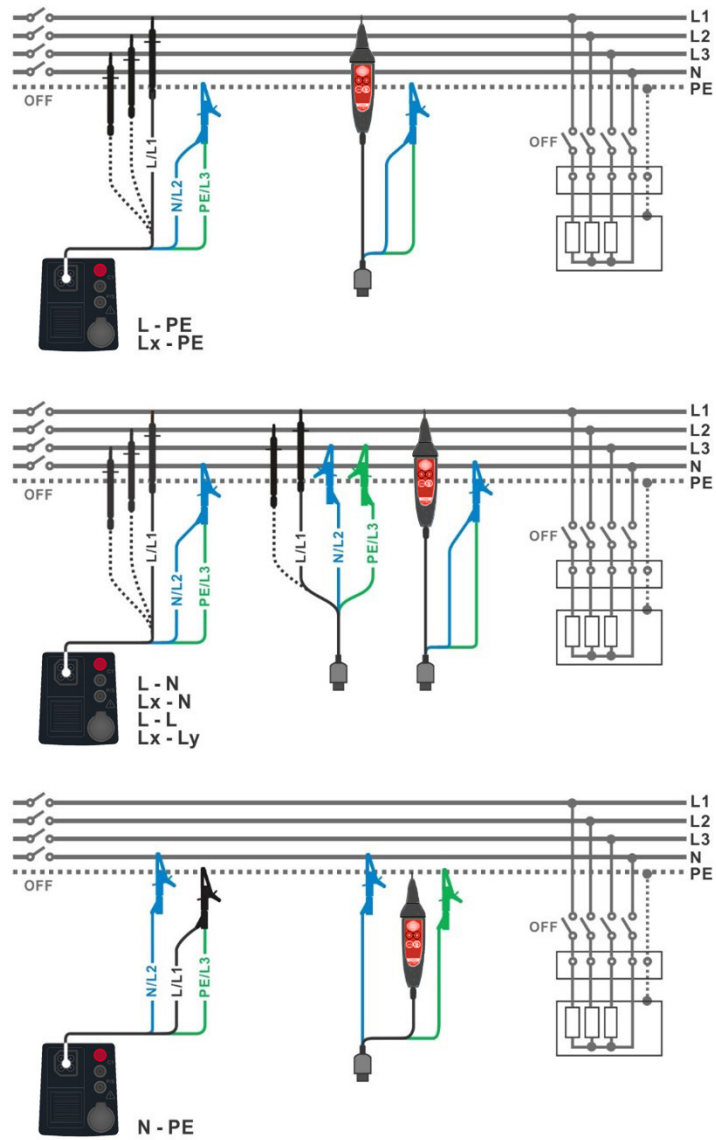

Abbildung 4.7: Anschluss der 3-Leiter-Prüfleitung und der optionalen Commander-Prüfspitze (044155)
- › Schließen Sie die Prüfleitungen am Prüfobjekt an (siehe **Abbildung 4.7**).